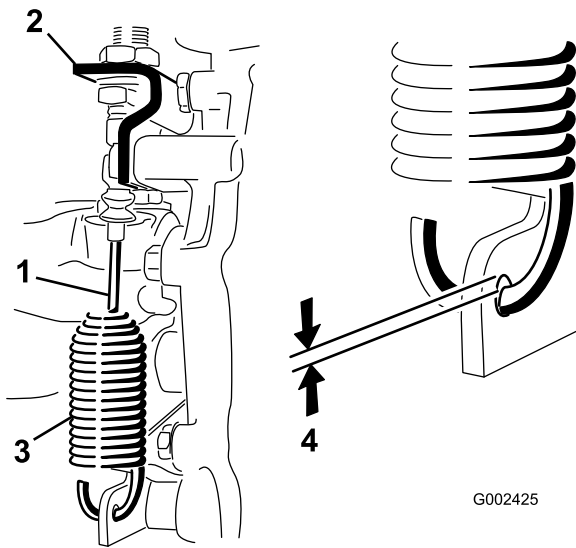

Figura 49
2. Afrouxe as contraporcas que prendem o cabo de bloqueio do diferencial ao suporte na transmissão (Figura 49).